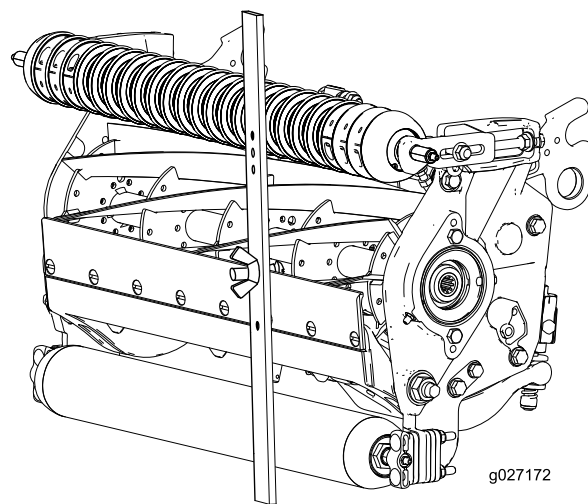

Рисунок 17
3. Зацепите головку болта за режущую кромку неподвижного ножа и расположите задний конец планки на заднем валике (Рисунок 17).
4. Поворачивайте регулировочный болт до тех пор, пока передний валик не коснется измерительной планки (Рисунок 17).